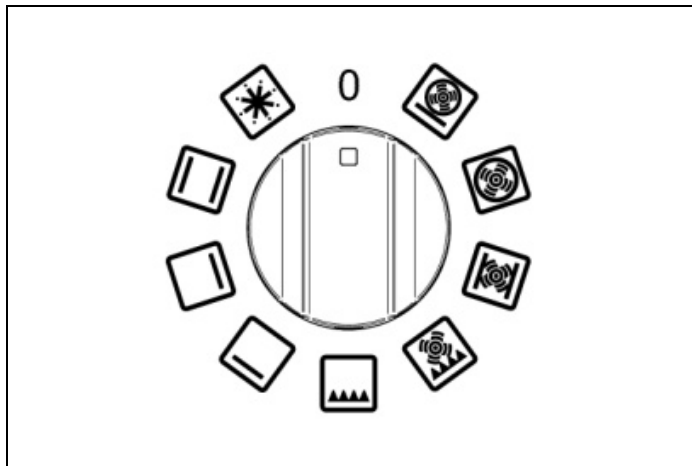
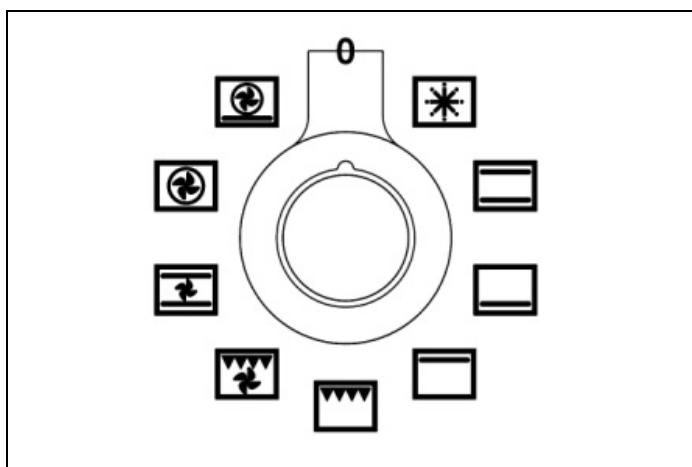
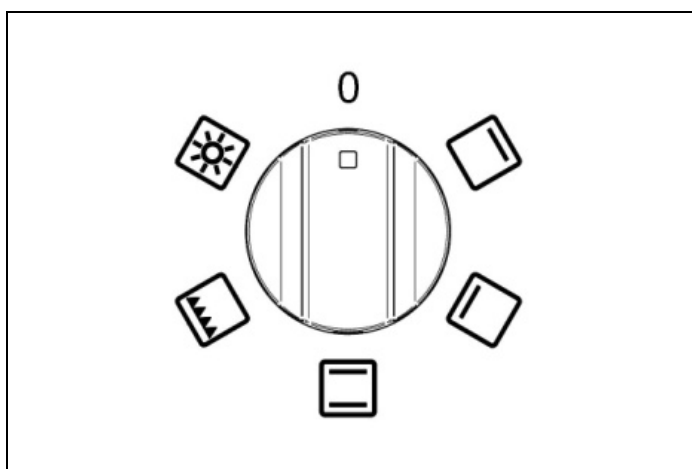
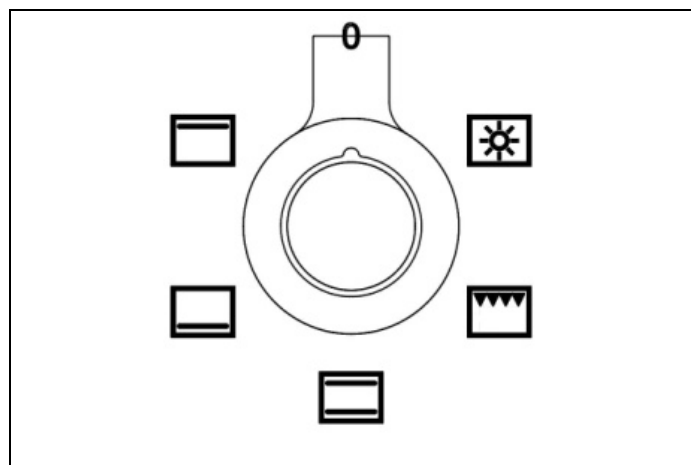

Fig. 23
Fig. 24
Fig. 25
Fig. 26
- 1) Ruotare la manopola funzioni (Fig. 23 - Fig. 24 e Fig. 25 - Fig. 26) in senso orario per selezionare la funzione che si desidera utilizzare.